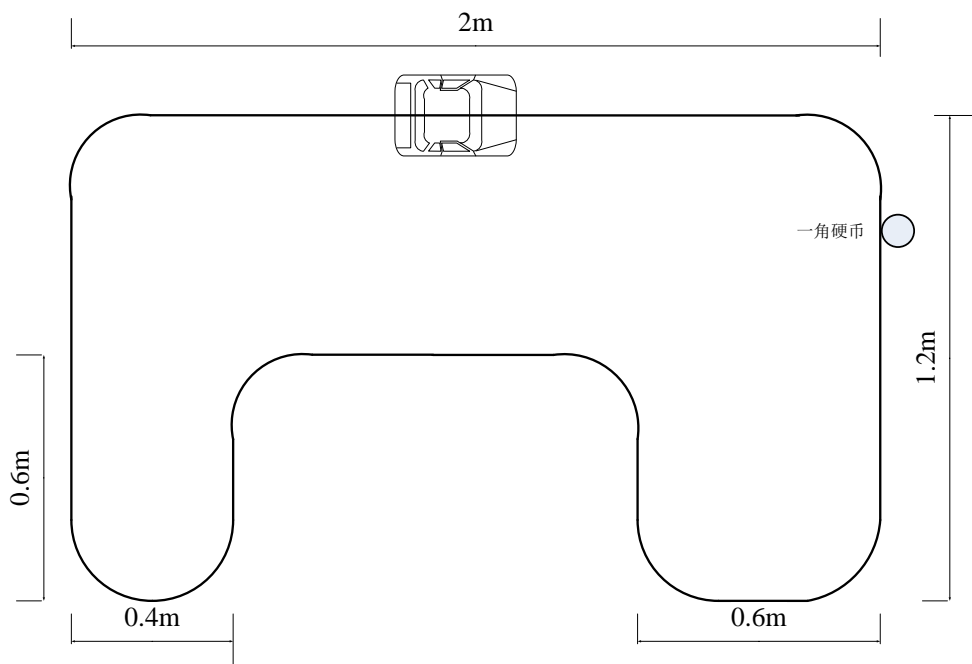

图 1 跑道示意图
设计制作一个自动循迹小车。小车采用一片 TI 公司 LDC1314 或 LDC1000 电感数字转换器作为循迹传感器，在规定的平面跑道自动按顺时针方向循迹前进。跑道的标识为一根直径 0.6~0.9mm 的细铁丝，按照图 1 的示意尺寸，用透明胶带将其贴在跑道上。图中所有圆弧的半径均为为 20cm±2cm。
- (1) 在图 1 小车所在的直线区任意指定一起点（终点），小车依据跑道上设置的铁丝标识，自动绕跑道跑完一圈。时间不得超过 10 分钟。小车运行时必须保持轨迹铁丝位于小车垂直投影之下。如有越出，每次扣 2 分。（40 分）
- (2) 实时显示小车行驶的距离和运行时间。（10 分）
- (3) 在任意直线段铁丝上放置 4 个直径约 19mm 的镀镍钢芯硬币（第五套人民币的 1 角硬币），硬币边缘紧贴铁丝，如图 1 所示。小车路过硬币时能够发现并发出声音提示。（20 分）
- (4) 尽量减少小车绕跑道跑完一圈运行时间。（25 分）
(5) 其他。 (5 分)
(6) 设计报告 (20 分)